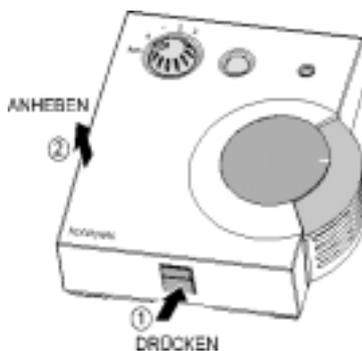

Abb. 1 Gehäuse öffnen
Das Gehäuseoberteil ist durch einen Schnappriegel an der Unterseite des Gerätes arretiert. Das Oberteil kann entfernt werden, wie in Abb. 1 dargestellt.
1. Öffnen Sie das Gehäuse, wie in Abb. 1 gezeigt.